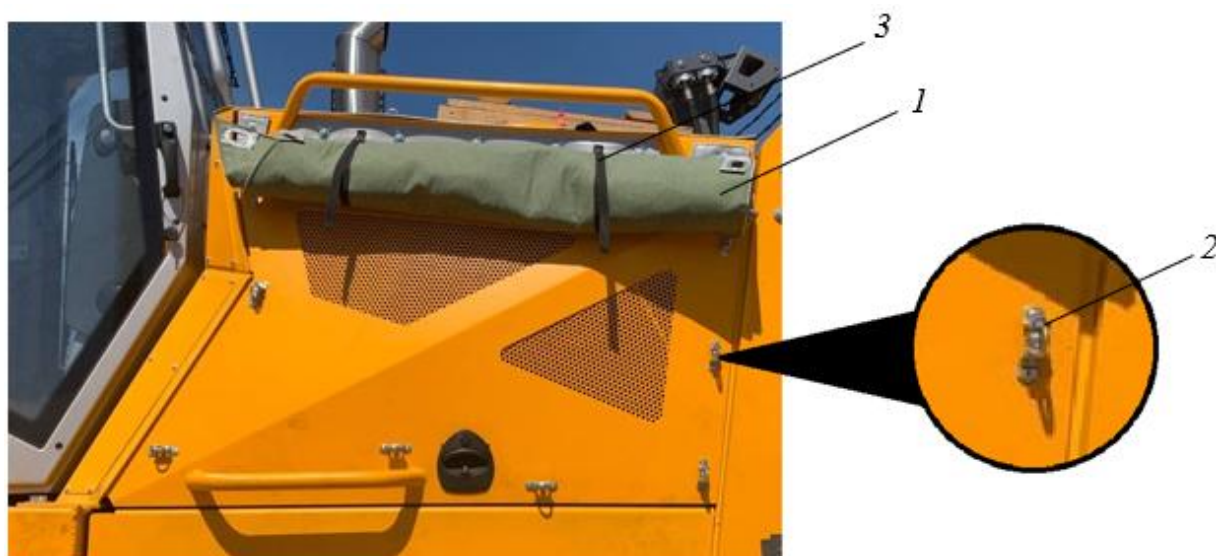

Рисунок 3.73. Открытое положение чехлов сбоку
При переходе на зимнее время эксплуатации (температура окружающей среды ниже 5°C) для поддержания заданной рабочей температуры ДВС и других систем машины комплект поставки опционально включает съемные чехлы, см. рис. 3.73.
- ▶ Отстегнуть ремни поз. 3 рис. 3.73.
- ▶ Привести все поворотные скобы в положение «ОТКРЫТО» поз. 2 рис. 3.73 (если скоба находится в положении «ЗАКРЫТО», необходимо потянуть за скобу на себя и повернуть ее на 90 град. в положение «ОТКРЫТО»).
При переходе на летний период эксплуатации, когда среднесуточная температура выше 5°C, необходимо произвести демонтаж (поднятие) чехлов, приведя машину к виду, изображенному на рис. 3.73 и рис. 3.76.
- ▶ Перевести все поворотные скобы в положение «ОТКРЫТО» поз. 2 рис. 3.73 (Если скоба находится в положении «ЗАКРЫТО», необходимо потянуть за скобу на себя и повернуть ее на 90 град. в положение «ОТКРЫТО»).
- ▶ Застегнуть ремни поз. 3 рис. 3.73.